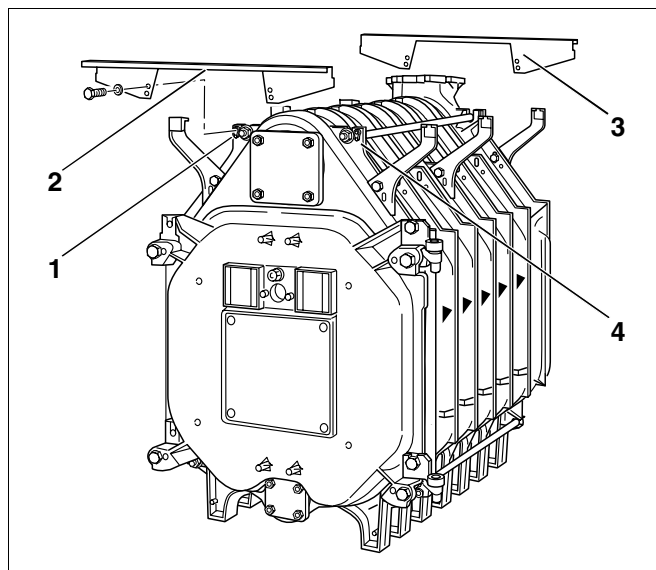

Fig. 36 Montage - Traverses transversales
- Fixer la traverse transversale en haut à l'avant (fig. 36, **pos. 2**) sur l'ergot en fonte (fig. 36, **pos. 1 et 4**) et visser à la main à l'aide de vis à tête hexagonale (M 8 x 16). Le bord replié de la traverse avant doit être tourné vers l'avant.
- Fixer la traverse transversale en haut à l'arrière (fig. 36, **pos. 3**) sur l'ergot en fonte et visser à l'aide de vis à tête hexagonale (M 8 x 16). Le bord replié de la traverse arrière doit être tourné vers l'arrière.